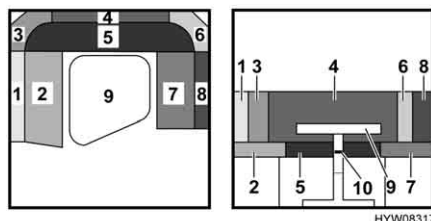

Fig. 51 Prima della trasformazione
- Sollevare la maniglia (Fig. 51,10) del tavolo (Fig. 51,9) verso l'alto e tirarla leggermente.